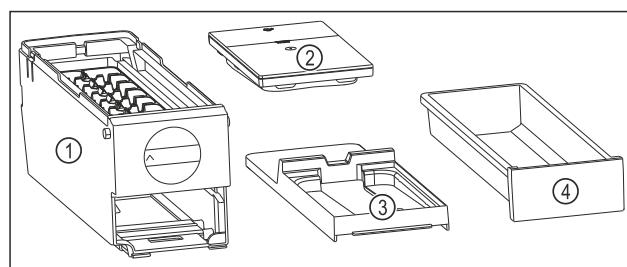

Fig. 133 Súčasti EasyTwist-Ice
► EasyTwist-Ice je rozložený na štyri časti. (pozri Fig. 133)
- Rozložte EasyTwist-Ice len na tie súčasti, ktoré sú na obrázku. (pozri Fig. 133)
► Korpus EasyTwist-Ice Fig. 133 (1) vyčistite ako celok.